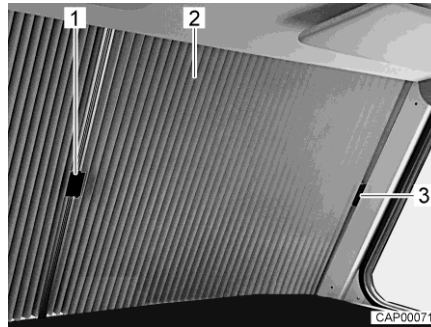

Fig. 7 Dispositif occultant plissé pour pare-brise (fermé)
- Pousser les deux moitiés du dispositif occultant plissé (Fig. 7,2) par leur poignée respective (Fig. 7,1) vers l'extérieur sous le cache sur le montant A.
- Fixer la poignée sur le cache (Fig. 7,3). Le dispositif occultant du pare-brise est ainsi empêché de se fermer par inadvertance pendant le voyage.